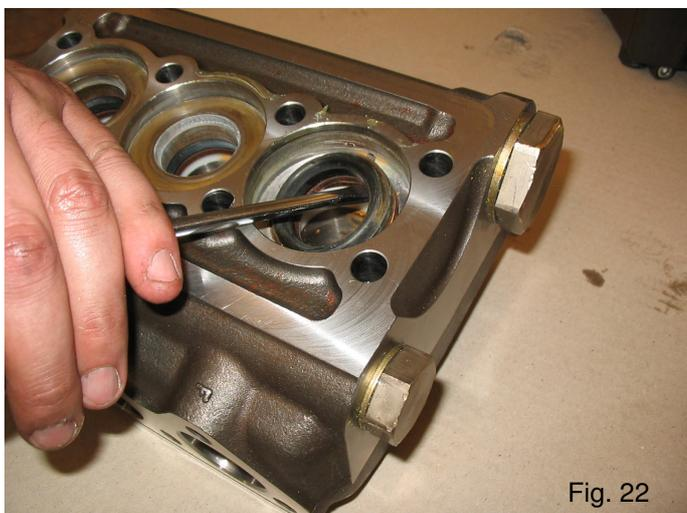

Fig. 22
- B) Togliere le tenute di alta pressione dalla testata e quelle di bassa dal relativo supporto facendo leva con semplici attrezzi, facendo attenzione a non danneggiare le sedi di tenute. Fig. 22